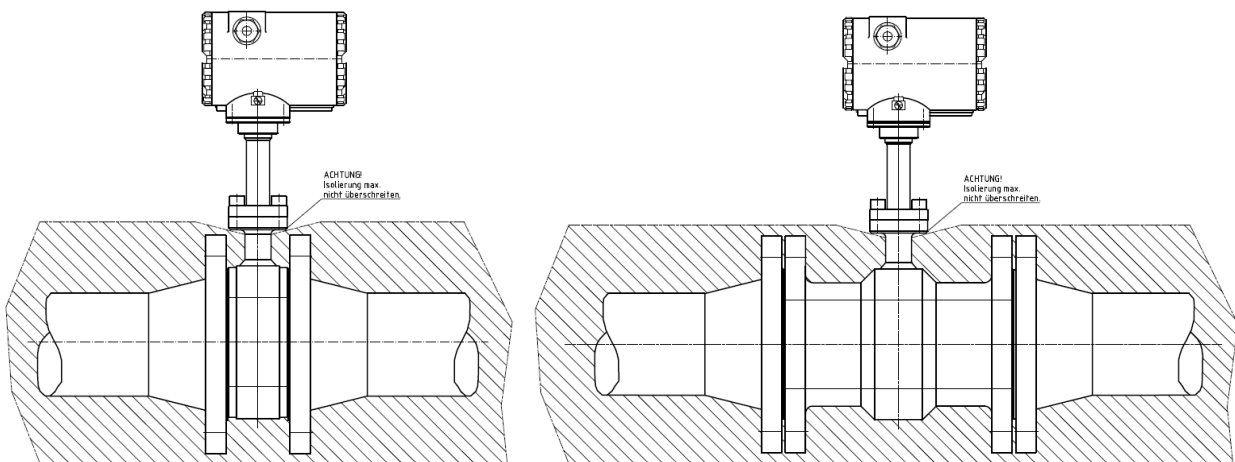

Bild 2.1: Isolierung bei heißen Medien
- Wird die Rohrleitung mit dem Wirbelzähler in eine Wärmeisolation eingebunden, so ist darauf zu achten, dass die Elektronik frei bleibt und das Distanzrohr mindestens zur Hälfte aus der Isolation herausragt (siehe Bild 2.1).